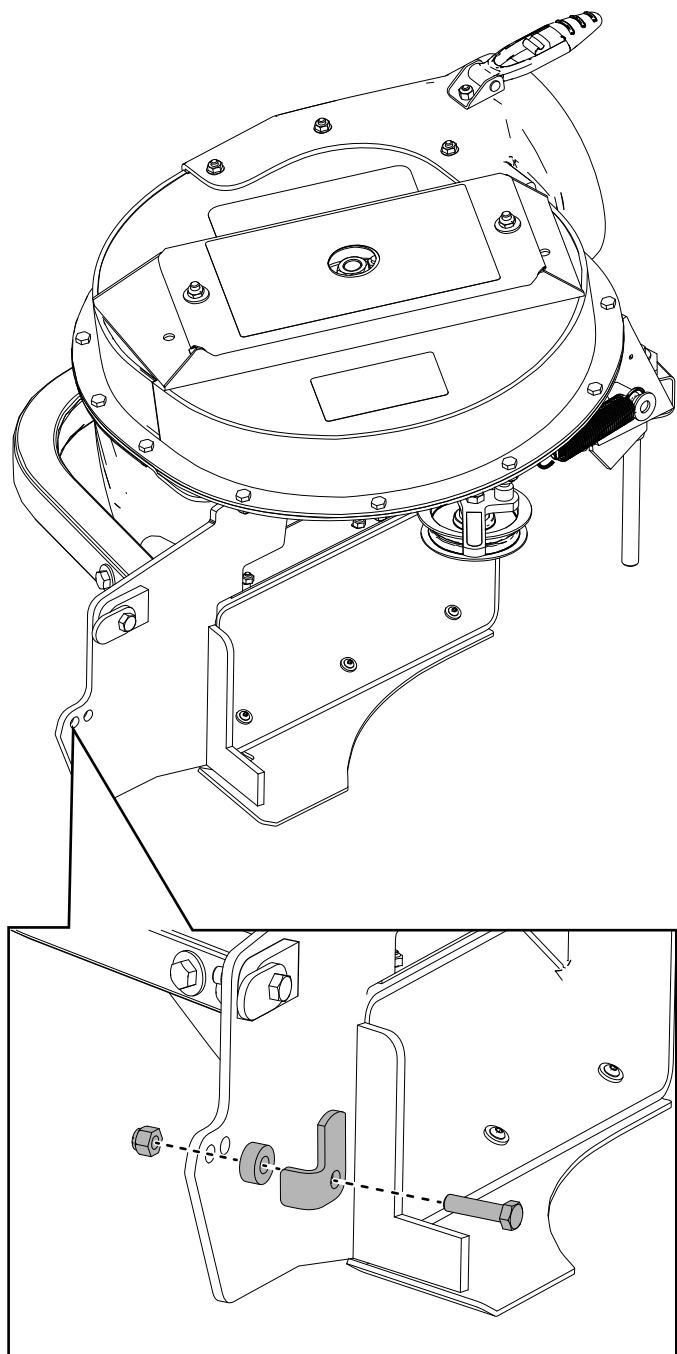

Figura 34
3. Sujete el cierre al soplador con el perno de cabeza hexagonal ($\frac{3}{8}$ " x $1\frac{1}{2}$ "), el espaciador y la contratuerca ($\frac{3}{8}$ "), como se muestra en la Figura 33 y la Figura 34.